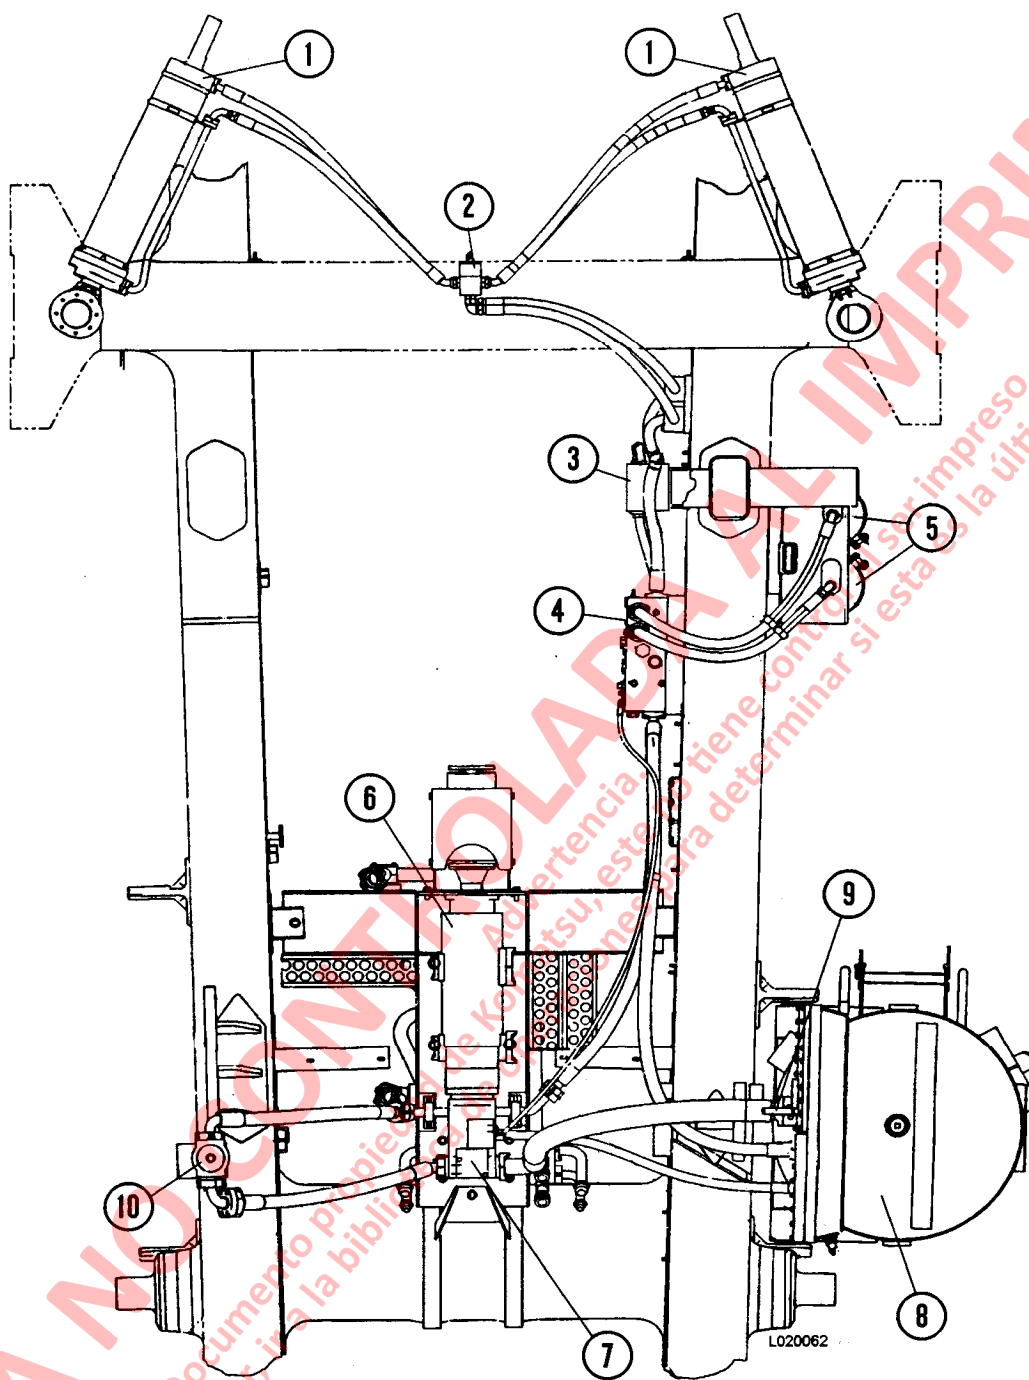

FIGURA 2-4. COMPONENTES DEL SISTEMA DE LA DIRECCIÓN (Vista Inferior)
El aceite proveniente de la bomba es dirigido a un filtro de alta presión (10, Figura 2-4) antes de entrar al múltiple de purga (4). El múltiple de purga cumple varias funciones en los sistemas de la dirección, freno y elevación. Este se utiliza para enrutar el flujo de aceite al sistema de la dirección y al sistema de freno hidráulico. (Consulte la Sección "J" para la operación del sistema de frenos).